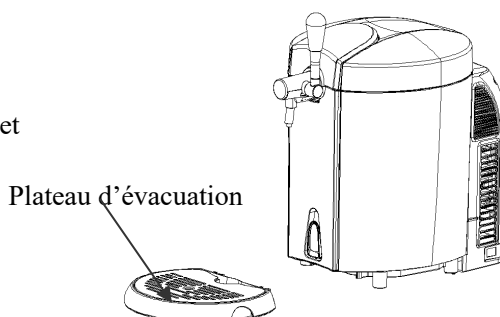

Figure 4
3. Disposez le plateau d'évacuation dans son encoche. (Voir figure 4)